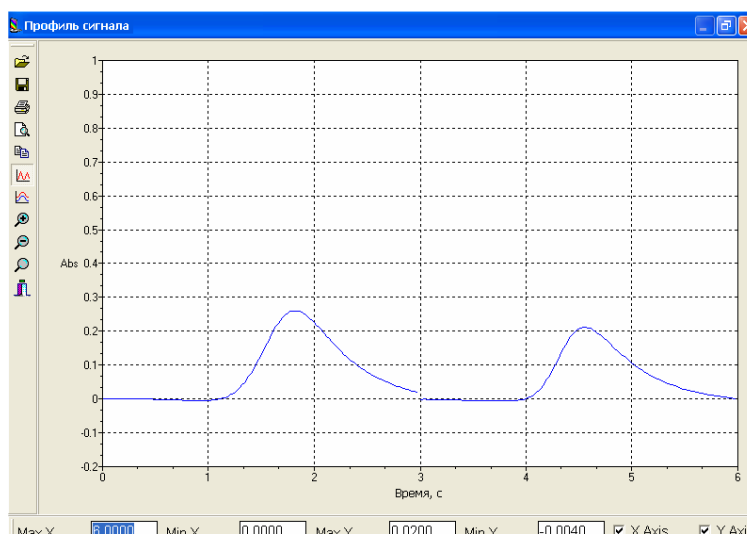

Рис. 3-43. Окно «Профиль сигнала»
- «Кривая сигнала» - открывает окно «Профиль сигнала» (рис. 3-43).